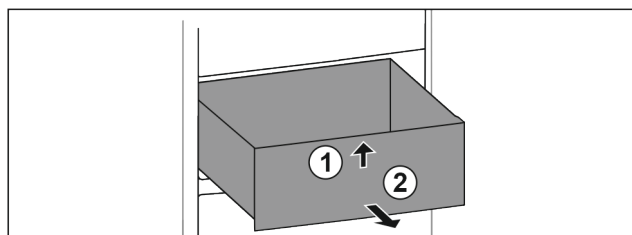

Fig. 91
- ▶ 抬起抽屉前部。 Fig. 91 (1)
- ▶ 朝前取出抽屉。 Fig. 91 (2)